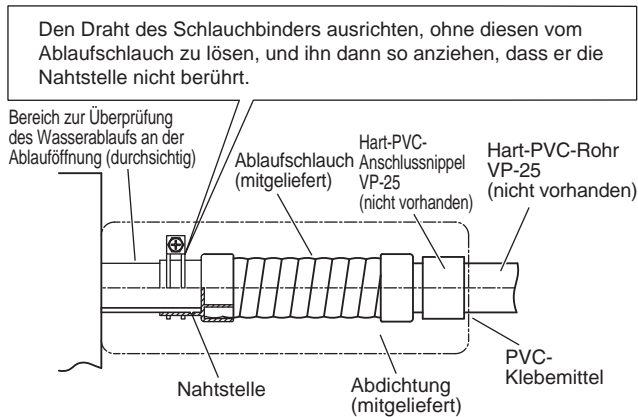

Abb. 3-8
- Ein Standard-Hart-PVC-Rohr (Außendurchmesser: 32 mm) als Ablaufleitung zusammen mit dem mitgelieferten Ablaufschlauch und der Schlauchschelle verwenden, um Leckwasser zu vermeiden. Das PVC-Rohr muss separat gekauft werden. Der transparente Ablaufteil an der Einheit gestattet die Kontrolle des Abflusses. (Abb. 3-8)
- Die Schlauchschellen so festziehen, dass die Sicherungsmuttern nach oben weisen. (Abb. 3-8)